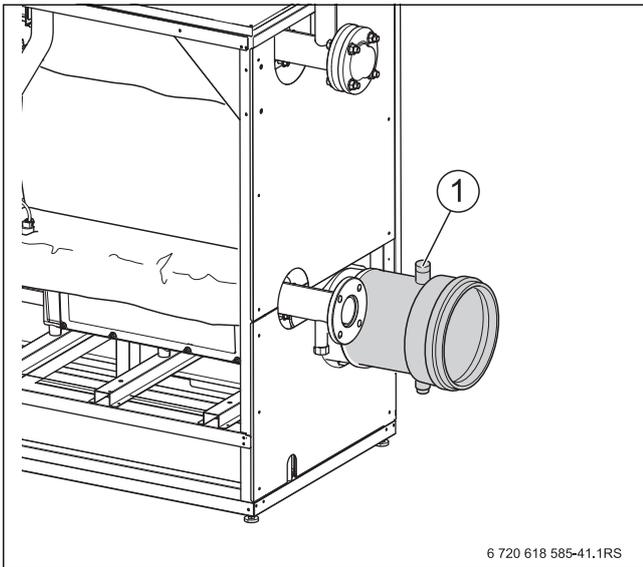

Fig. 36 Relever les valeurs mesurées
- ▶ Plonger la sonde de mesure par l'orifice de mesure (→ fig. 36, page 31) dans le centre du flux du tuyau des fumées et contrôler la teneur en CO₂.